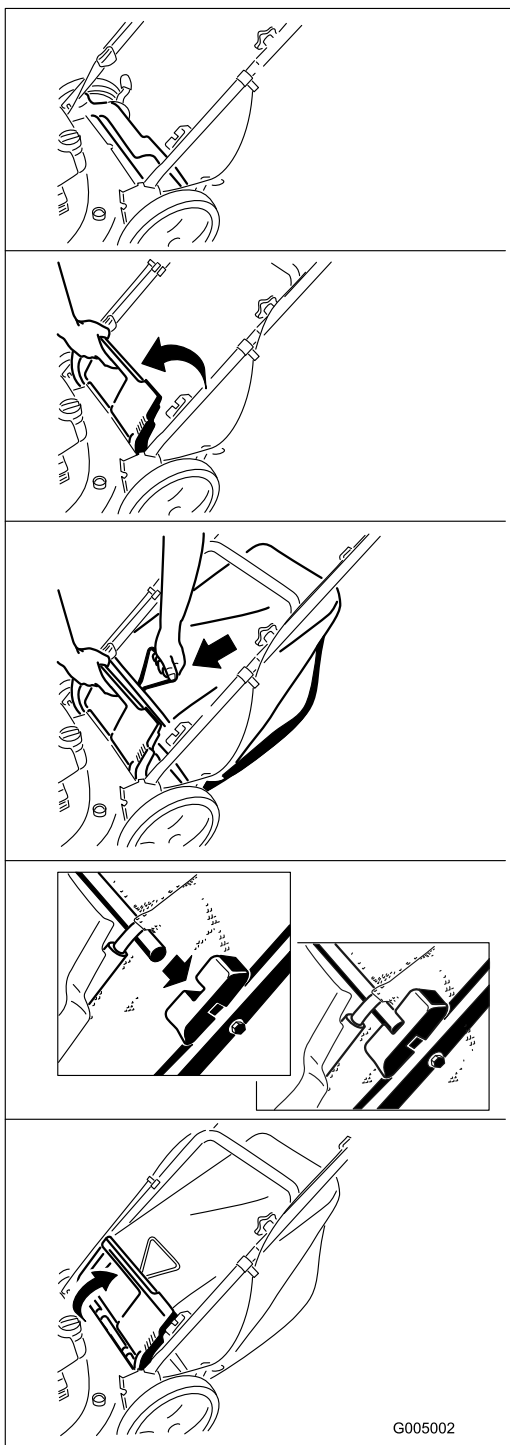

Figura 27
2. Instale la bolsa de recortes (Figura 27).